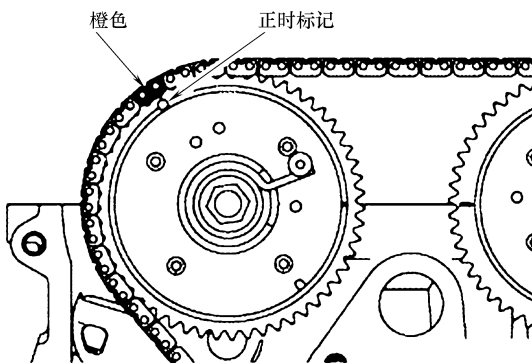

图 28-5 橙色链节对准排气 VVT 链轮上的正时标记
3) 如图 28-5 所示，将橙色链节与排气 VVT 链轮上的正时标记对齐。